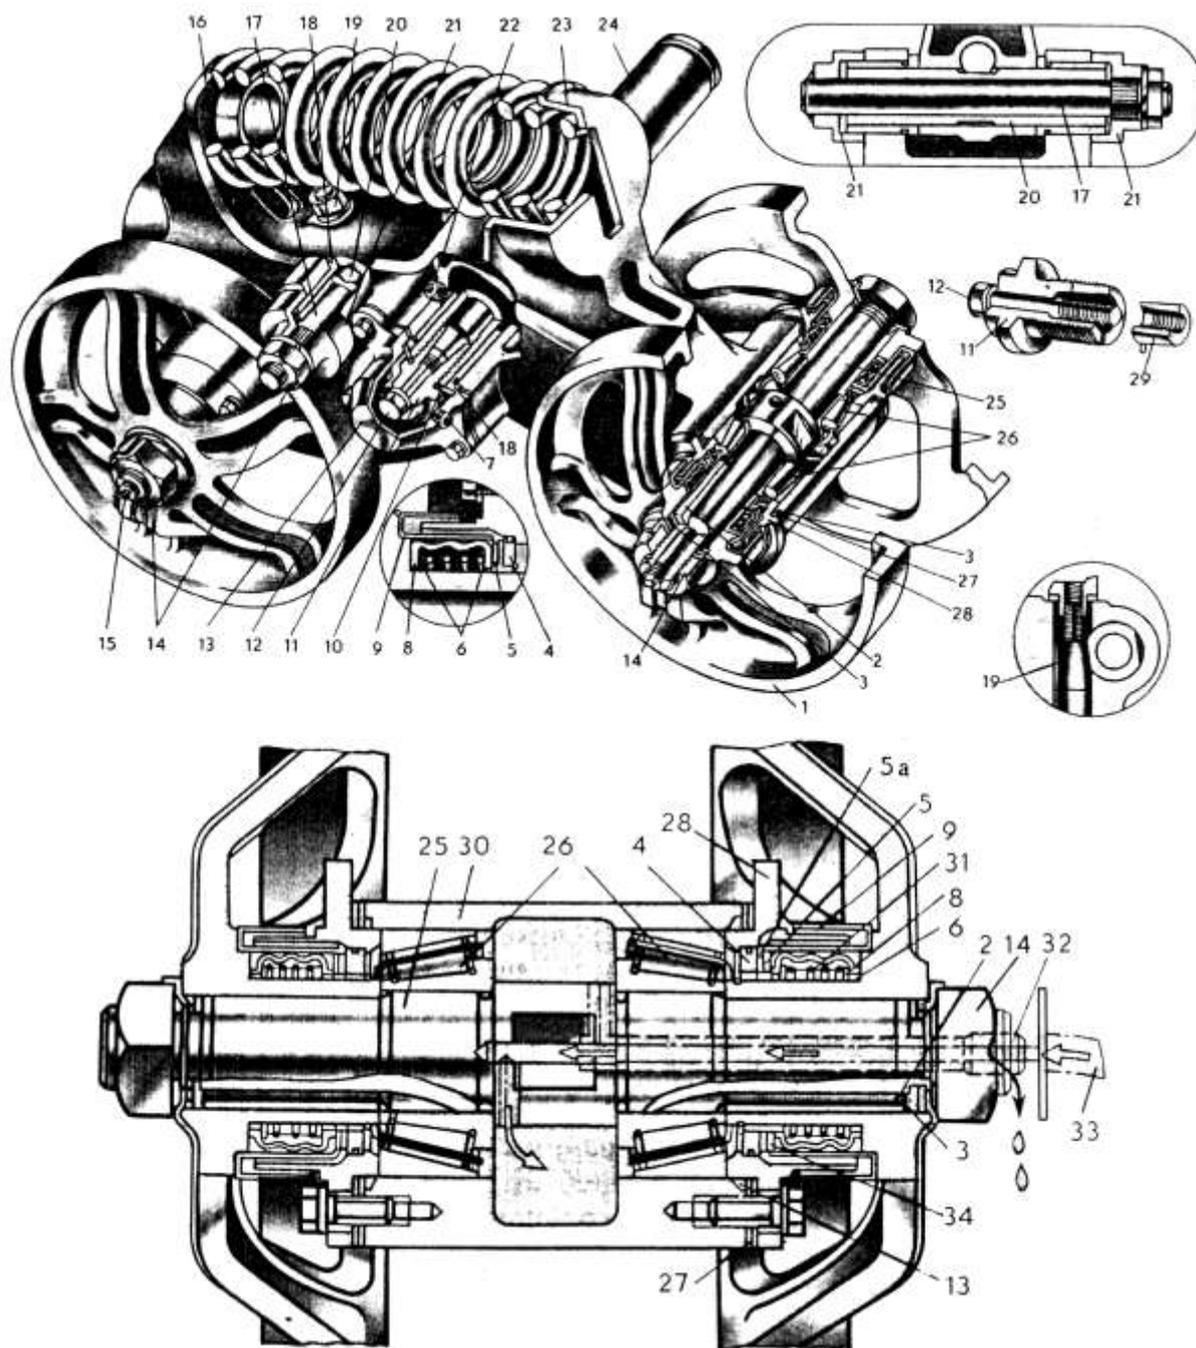

Рис. 27. Каретка подвески трактора ДТ-75М
- расшплинтуйте гайки осей катков **14** (рис. 27) и отверните их;
Разъедините гусеничную цепь. Очистите от грязи ступицу направляющего колеса и слейте из неё масло. Снимите крышку ступицы **15** (см. рис. 27). Расконтрите регулировочную гайку **2** подшипников. Поворачивая колесо рукой, затягивайте гайку до ощущения сопротивления вращению колеса. Отвинтите гайку на 1/8 - 1/4 оборота и убедитесь в том, что колесо поворачивается рукой свободно. Зафиксируйте регулировочную гайку контргайкой (ДТ-75М) или шплинтом (ДТ-175С). Установите